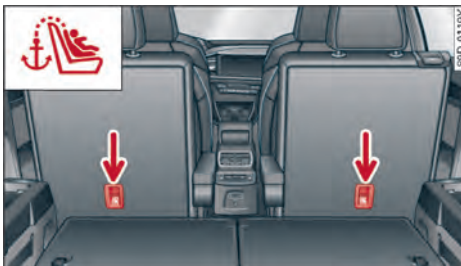

图 83 带顶部紧固绳的 ISOFIX 儿童座椅
- 将顶部紧固绳固定到行李厢紧固环上⇒图 83。
- 带有 ISOFIX 装置和顶部紧固绳的儿童座椅上标有一个示意图⇒ 图 83。